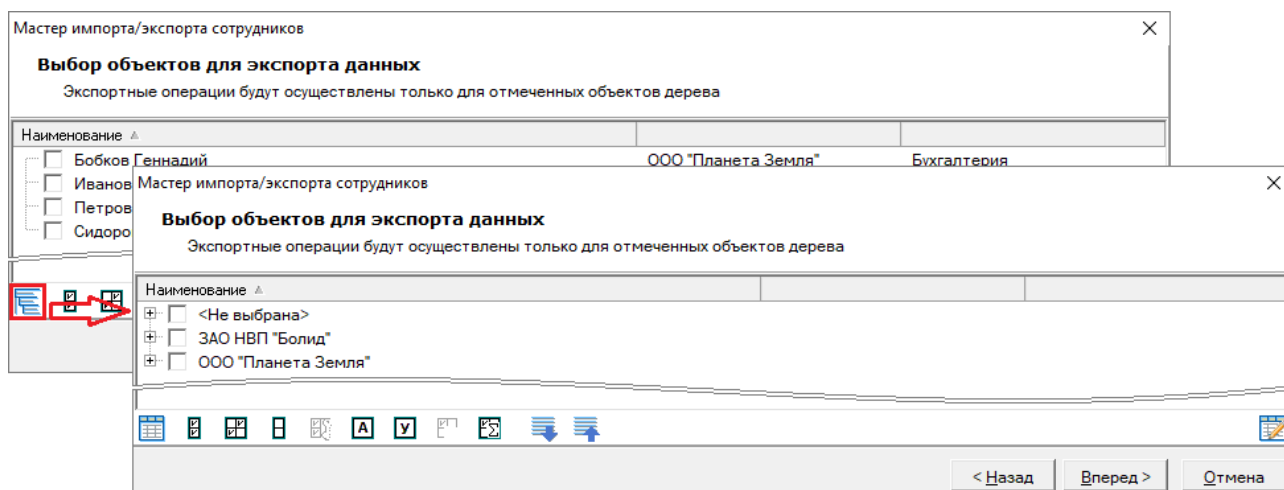

Рисунок 15-49 Переключение на вид отображения объектов "Дерево"
- в) В шаге «Выбор объектов для экспорта данных» (см. п. 15.5.3) переключиться на вид отображения объектов «Дерево» (см. Рисунок 15-49), после чего выбрать сотрудников